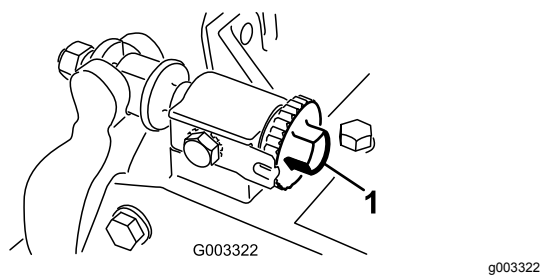

図 12
2. ベッドバー調整ねじを左に回してベッドナイフとリールの接触をなくす **図 12**。